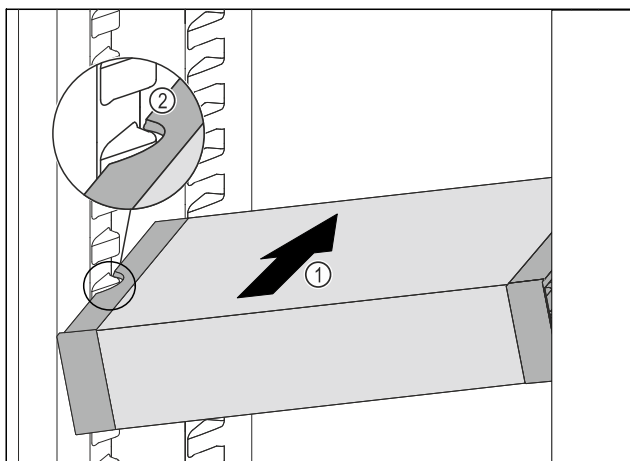

Fig. 37
- Вкарайте VarioSafe под ъгъл в хладилната част Fig. 37 (1), докато страничните прорези Fig. 37 (2) на VarioSafe се намират на височината на ребро на съда в хладилната част.